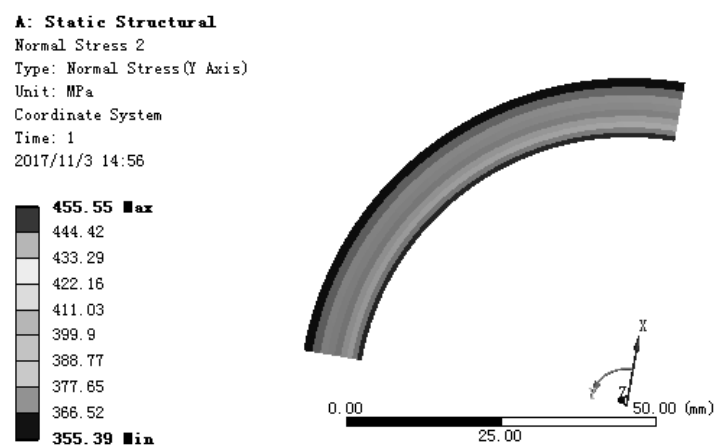

图 7.5.38 切向应力结果图解
(4) 查看切向应力结果图解。在“Outline”窗口中选中  **Normal Stress 2**，查看图 7.5.38 所示的切向应力结果，其最小切向应力为 355.39 MPa，最大切向应力为 455.55 MPa。